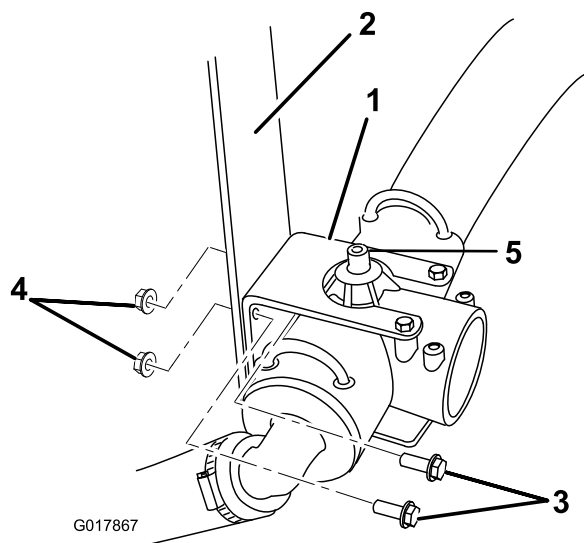

図 8
2. マルチプロ 1200 のみ： 送液 T 字フィッティング上部の緑色のチューブフィッティングから赤い水圧計用チューブを外す（図 8）。
3. 送液 T 字フィッティングの取り付けブラケットを車体に固定しているボルト（2本）とナット（2個）を外す（図 8）。ボルトナットは後で使用する。